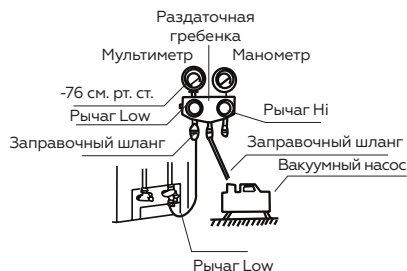

Рис. 23
3. Полностью откройте нижний рычаг раздаточной гребенки (Рис. 23).